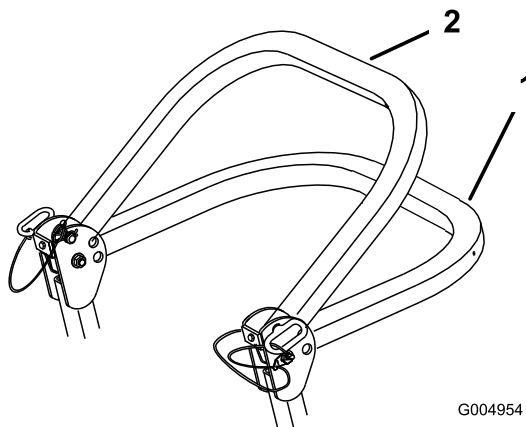

Рисунок 6
2. Опустите защитную дугу в нижнее положение (Рисунок 6).
Примечание: Имеется два нижних положения; см. Рисунок 6.